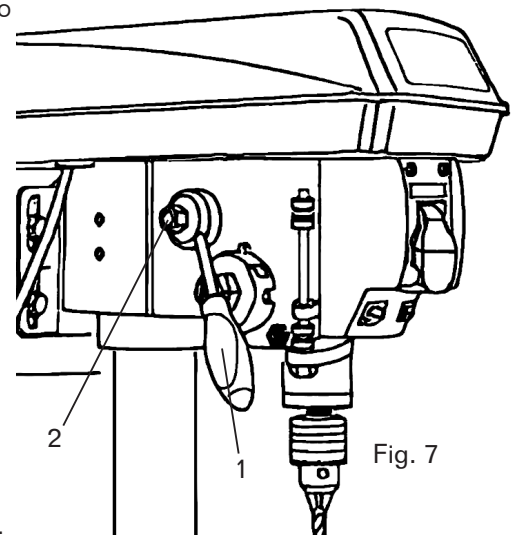

Fig. 7
## MANIJA DE VELOCIDAD (FIG. 7)
1. Inserte el mango de velocidad (Fig. 7 - 1) en la abertura roscada en el cubo de velocidad (Fig. 7 - 2).